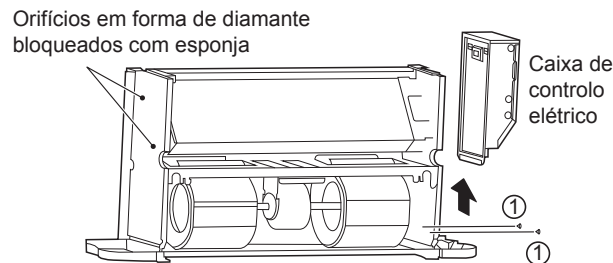

Figura 5-19 Remoção da caixa de controlo elétrico e bloqueio dos orifícios em forma de diamante
Como mostrado na Figura 5-19, remova os parafusos ① \*2 para retirar a caixa elétrica.
Como mostrado na Figura 5-19, bloqueie os orifícios em forma de diamante na placa lateral (a placa sem os tubos de entrada e de saída) com esponja.